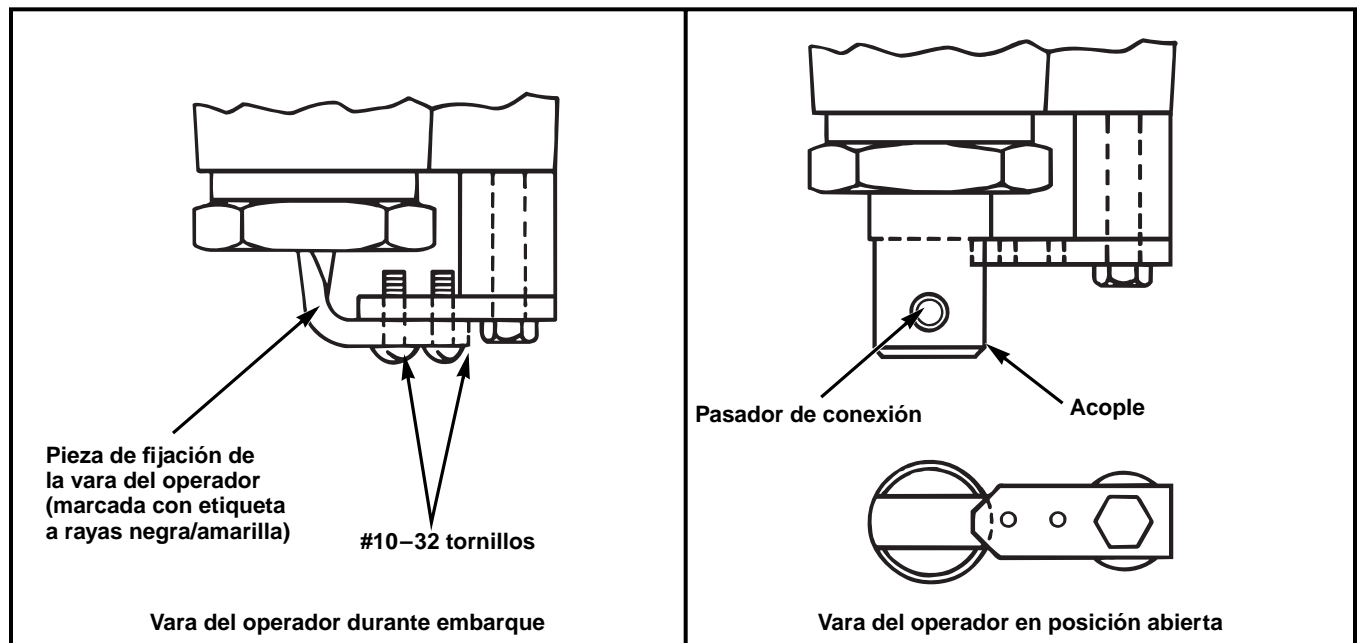

Figura 8. Preparación del interruptor para su acople a la columna aislante soporte.
- (a) Retirar y descartar los dos tornillos #10-32 que conectan la pieza de fijación de la vara del operador, durante el embarque (marcada con una etiqueta rayada negra/amarilla). Ver Figura 8 (izq.) **Nota:** la vara del operador está bajo presión; cuando se retiran los dos tornillos, la pieza de fijación puede moverse 12 mm.
- (b) Jalar la pieza de fijación para poder mover la vara del operador a su posición abierta. Ver Figura 8 (der.).